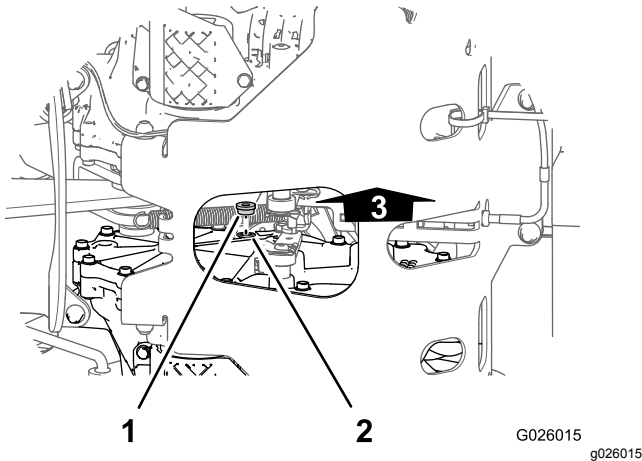
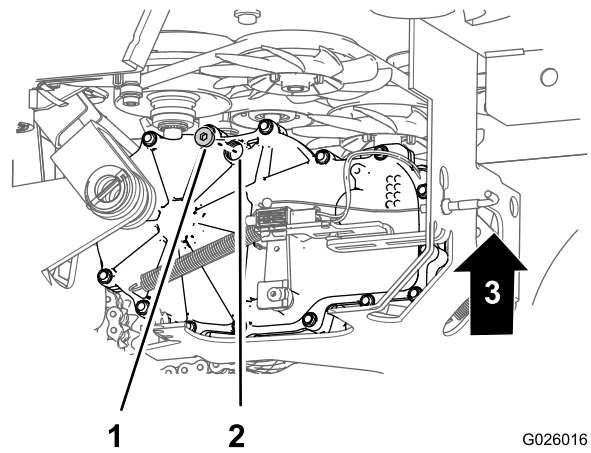

Figura 59
Figura 60
2. Alinee un recipiente debajo de los tapones de la mirilla de las transmisiones (Figura 59 y Figura 60).
3. En el lado interior de la transmisión, cerca de la parte superior, retire el tapón de la mirilla de una de las transmisiones (Figura 59 y Figura 60).